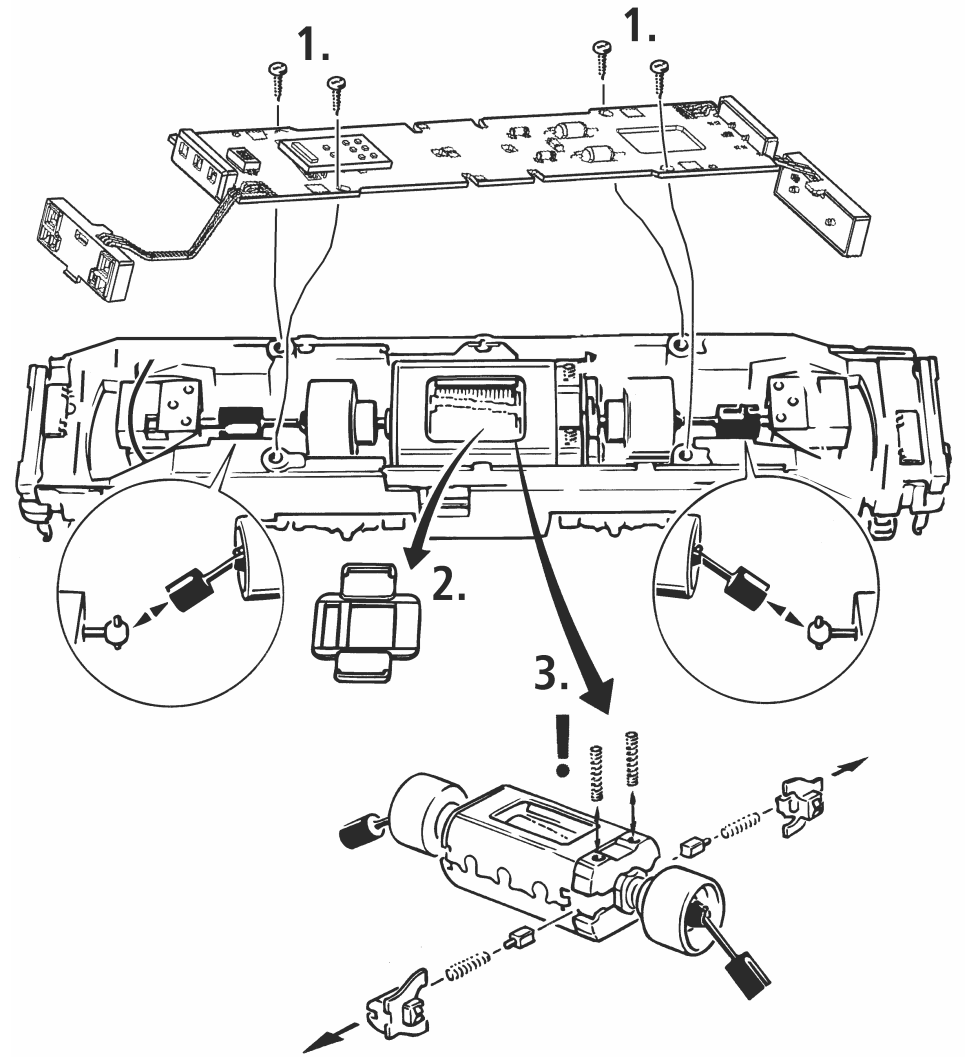

Fig. 11
**Ausführung für Wechselstrom:** siehe Fig. 11
**Version en courant alternatif:** voir fig. 11
**A. C. operation:** see fig. 11